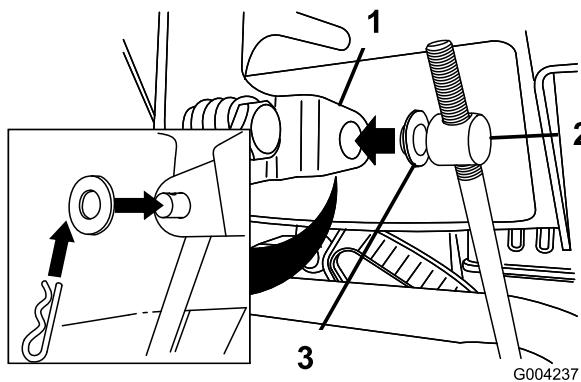

Figura 6
3. Togliete la coppiglia a forcina e la rondella esterna dal barilotto sul lato superiore dell'asta di comando della velocità (Figura 6).
Nota: Per agevolare l'installazione lasciate la rondella piana sul barilotto (Figura 6).
6. Sollevate l'asta di comando della velocità ed inserite il barilotto nel foro della leva di selezione della velocità (Figura 6).